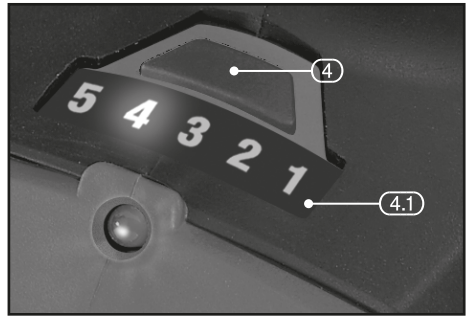

FIG.6
9.3 ADJUSTABLE TORQUE CONTROL – FIG.6